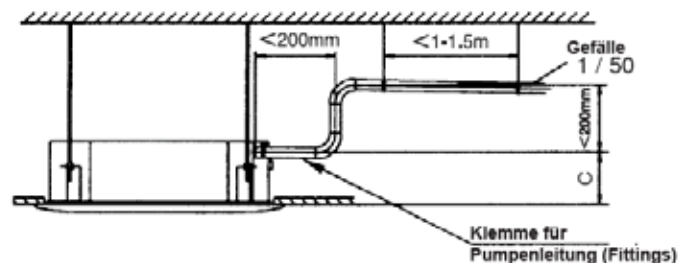

Abb. 31
- Wenn der Auslass der Kondensatleitung höher liegt als der Pumpenanschluss am Gehäuse, sollte die Leitung so vertikal wie möglich installiert werden. Der Höhenunterschied darf nicht mehr als 200 mm betragen, da sonst das Wasser überläuft, wenn das Klimagerät abgeschaltet wird. (Siehe Abb. 31)